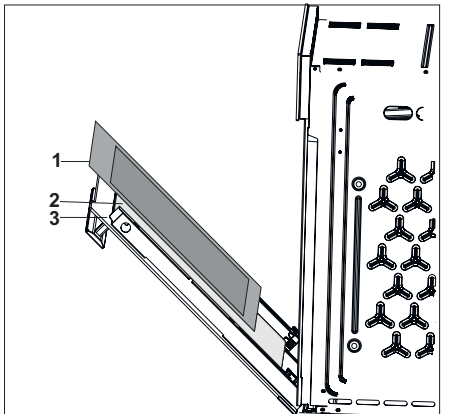

Abb. 37
- Entfernen Sie das innenliegende Glas der Backofentür, um es zu reinigen (Abb. 37). Verwenden Sie keine scharfen scheuernden Reinigungsmittel um das Backofenglas zu reinigen. ().